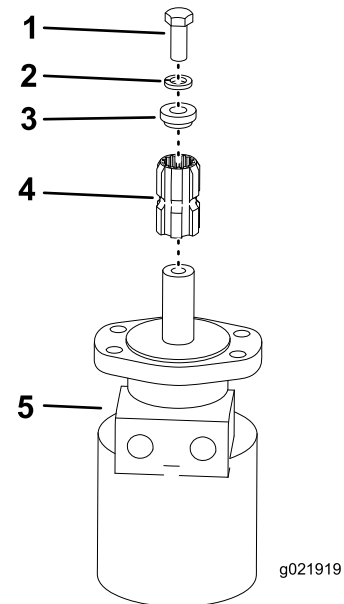

Figura 2
1. Engrase el eje de la cuchilla y coloque el adaptador en el motor (Figura 2).